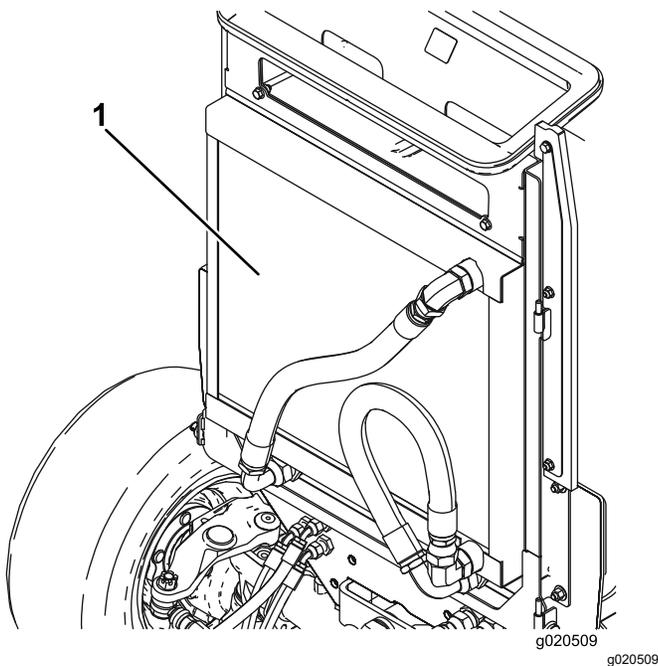

Figura 79
5. Pulite accuratamente entrambi i lati del refrigeratore dell'olio e il radiatore con aria compressa (Figura 79).